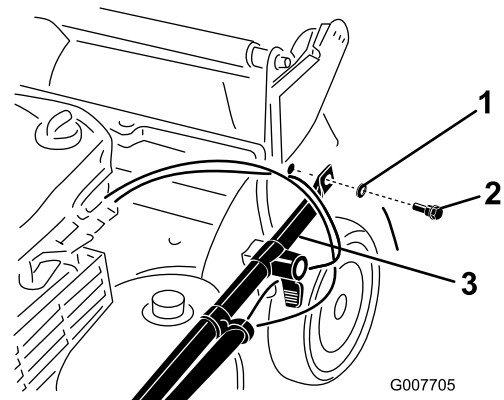

Figura 3
2. Fije los extremos del manillar al alojamiento de la máquina con 2 arandelas y 2 pernos de manillar (Figura 3), **pero no apriete los pernos del manillar**.